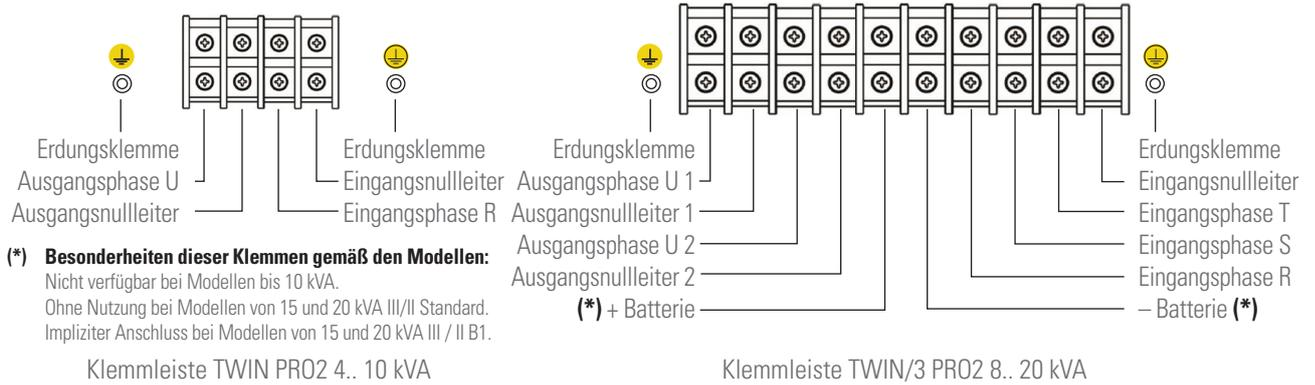

Abb. 17. Anschlussklemmleiste.
- Die Eingangskabel an den entsprechenden Klemmen gemäß der Konfiguration des vorhandenen Geräts anschließen [siehe Abb. 17].
- Die Verbraucher an die Ausgangsklemmen oder an den Ausgang 1, U und N **anschließen, wobei die Reihenfolge der Phase und des Neutralleiters** zu beachten ist, die auf der Gerätekenzeichnung und in diesem Handbuch angegeben ist [siehe Abb. 17]. Ansonsten können Störungen und/oder Ausfälle an der USV und/oder am Verbraucher oder an den Verbrauchern auftreten.
Neutralleiters zu beachten ist, die auf der Gerätekennzeichnung und in diesem Handbuch angegeben ist [siehe Abb. 17]. Ansonsten können Störungen und/oder Ausfälle an der USV und/oder am Verbraucher oder an den Verbrauchern auftreten.